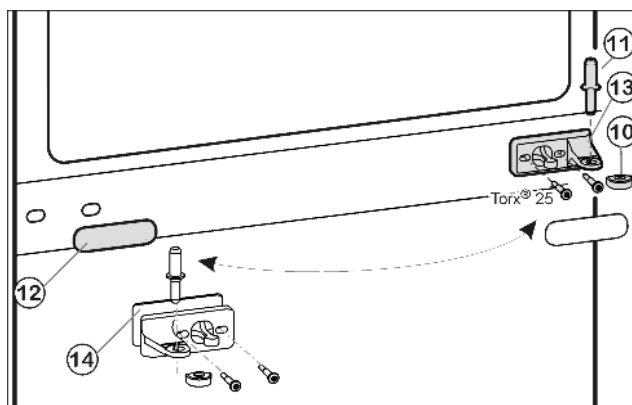
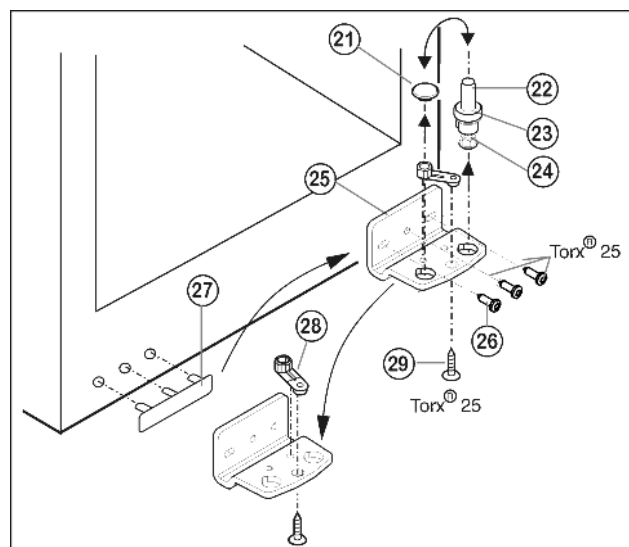

Fig. 6
Fig. 7
- ▶ Retirer le pivot central Fig. 6 (11) de sa charnière et de la porte inférieure.
- ▶ Retirer le capuchon en plastique Fig. 6 (10).
- ▶ Dévisser le support d'appui du milieu Fig. 6 (13) (2 Torx® 25).
- ▶ Retirer avec précaution le panneau-cache Fig. 6 (12).
- ▶ Visser le support d'appui du milieu Fig. 6 (13) avec le support pivoté Fig. 6 (14) de 180° sur le nouveau côté charnière (avec 4 Nm).
- ▶ Encliqueter de nouveau le panneau-cache Fig. 6 (12) tourné de 180° sur le nouveau côté poignée.
- ▶ Dévisser le pivot Fig. 7 (22) complètement avec le disque Fig. 7 (23) et le pied réglable Fig. 7 (24) vers le haut.
- ▶ Enlever le bouchon Fig. 7 (21).
- ▶ Dévisser Fig. 7 (26) le support d'appui Fig. 7 (25).
- ▶ Dévisser l'élément pivotant Fig. 7 (28) et le permuter dans le trou opposé du Fig. 7 (29) support d'appui.
- ▶ Soulever le cache côté poignée Fig. 7 (27) avec précaution et le positionner sur le côté opposé.
- ▶ Revisser à fond le support d'appui Fig. 7 (25) sur le nouveau côté charnière en utilisant une visseuse sans fil si nécessaire, avec un couple de serrage de 4 Nm.
- ▶ Remplacer le bouchon Fig. 7 (21) dans l'autre trou.
- ▶ Remplacer le pivot Fig. 7 (22) complètement avec le disque et le pied réglable. Faire attention à ce que les ergots d'encliquetage soient tournés vers l'arrière.
- ▶ Placer la porte supérieure par le haut sur le pivot inférieur Fig. 7 (22).
- ▶ Remettre le capuchon en plastique Fig. 6 (10) sur le support d'appui central Fig. 6 (13).
- ▶ Placer le pivot du milieu Fig. 6 (11) sur le nouveau côté charnière à travers le support d'appui central Fig. 6 (13) dans la porte inférieure.
- ▶ Placer la porte supérieure sur le pivot du milieu Fig. 6 (11).
- ▶ Aligner éventuellement les portes à la carrosserie grâce aux deux trous longitudinaux dans le support d'appui inférieur Fig. 7 (25) et le support d'appui central Fig. 6 (13). Pour cela, dévisser la vis centrale du support d'appui inférieur Fig. 7 (25).